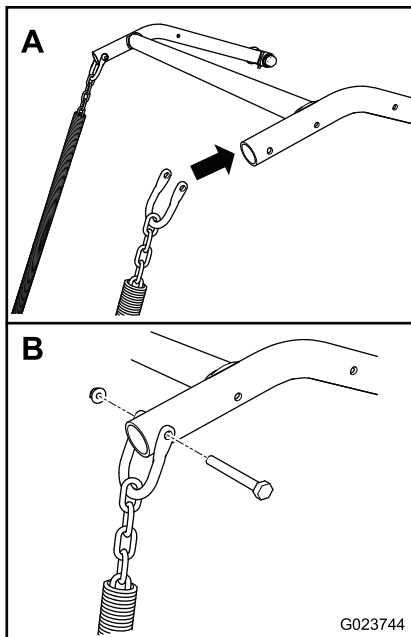

図 14
4. 各シャックルを、機体側の昇降装置に合わせる 図 14。